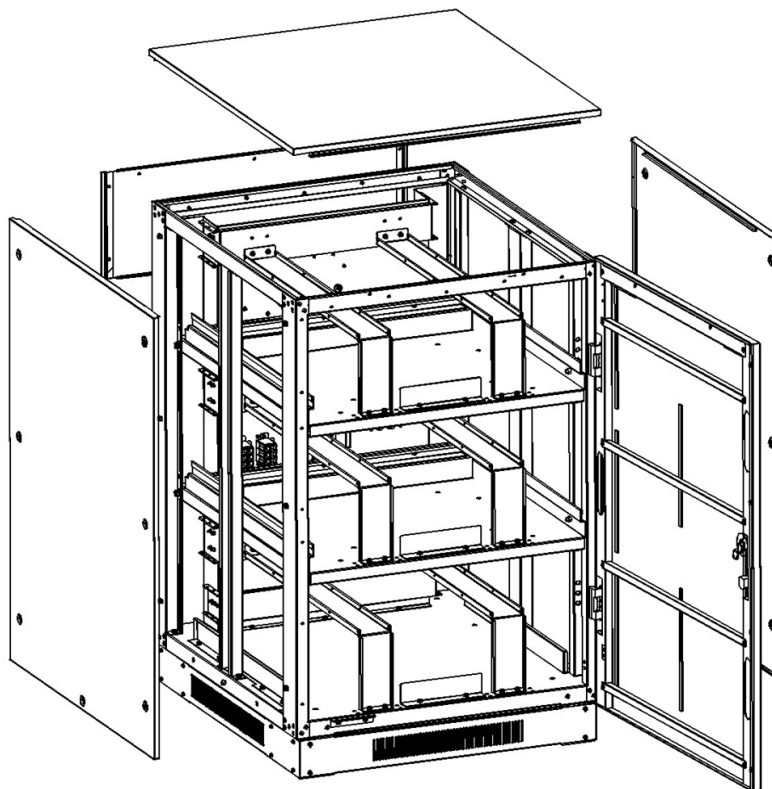

Figure 5-7
2. Retirer les plaques du haut, de droite et de gauche (Figure 5-7).